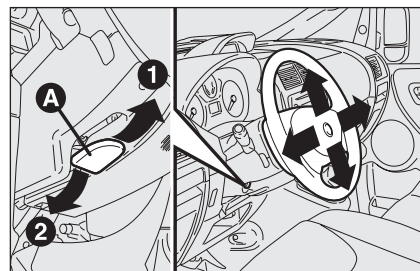

fig. 35
- ☐ ontgrendel de hendel **A**-fig. 35 door deze naar voren te drukken (stand 2);